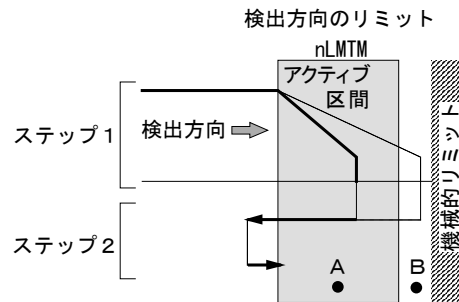

図 2.5-16 自動原点出し 例 2 の動作
- 自動原点出しを開始する位置が、検出方向に向かって、リミット信号アクティブ区間を越えた先(図2.5-16のBの位置)にはないこと。